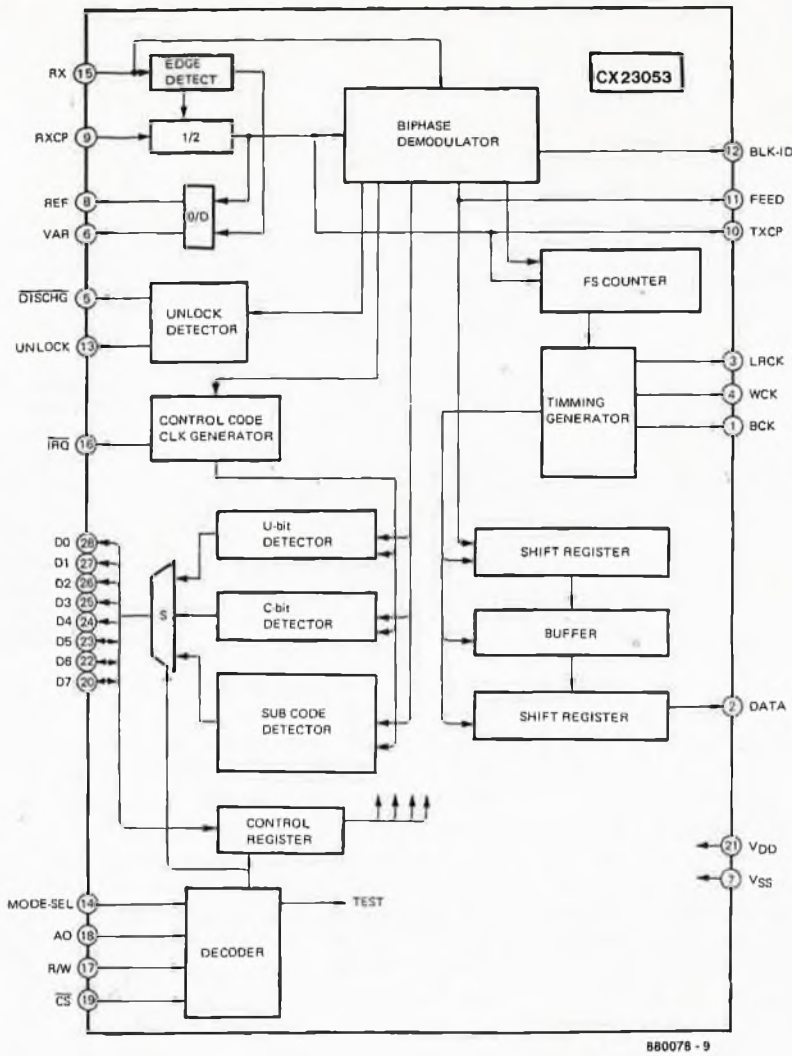

Figure 9. Le circuit CX23053 est spécialisé dans la démodulation et le décodage du signal *biphase-mark*.
A l'autre bout de la liaison numérique se trouve le CX23053 de la figure 9 qui se charge de démoduler le signal biphase (après synchronisation par une PLL externe). Il traite aussi les données numériques puisqu'il les fournit séparément sur les sorties DATA (2) et les sorties auxiliaires (subcode, code de commande). Sur sa broche 26 apparaît le bit de protection (D2) à toutes fins utiles. Il existe chez Valvo un récepteur du même genre, mais il n'est pas disponible, alors que les circuits de Sony le sont. On constatera néanmoins que la combinaison avec le CX20017 (figure 10) n'a pas tous les atouts qu'il faut pour satisfaire les oreilles exigeantes. Les concepteurs de Sony eux-mêmes n'hésitent pas d'ailleurs à employer dans leur premier enregistreur DAT le couple SAA7220/TDA1541 de Philips! C'est là sans doute une retombée aussi inattendue qu'incongrue du "contrat" Philips-Sony...